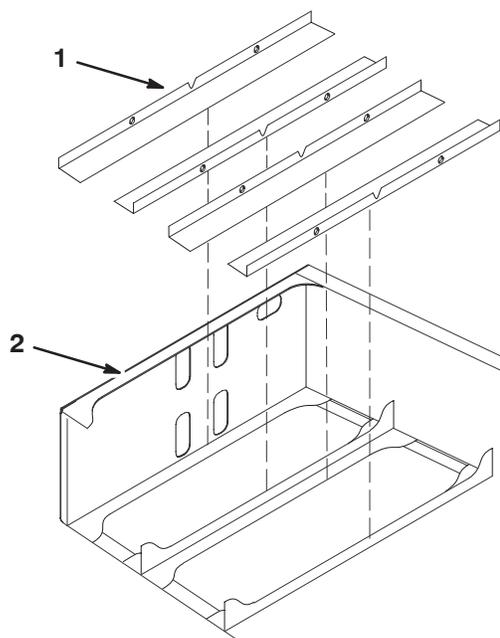

Figura 8
2. Instale as placas de apoio das baterias na estrutura traseira, como se mostra na Figura 8.